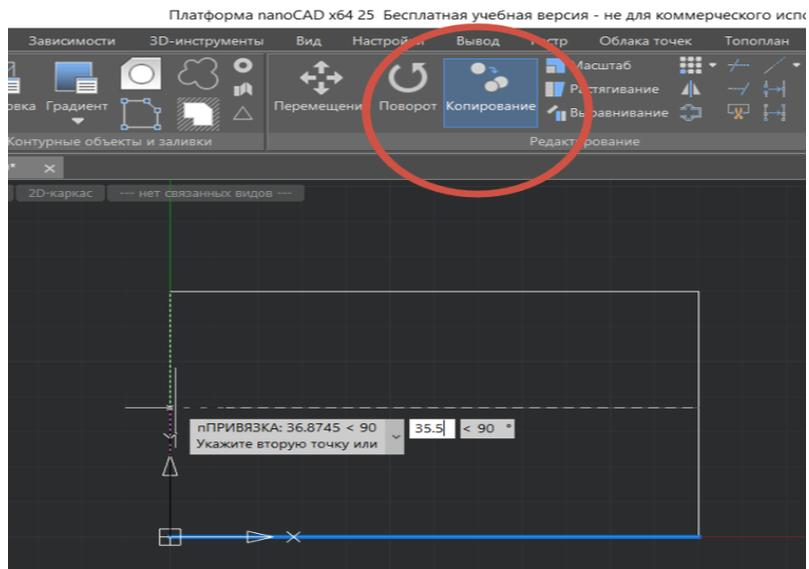
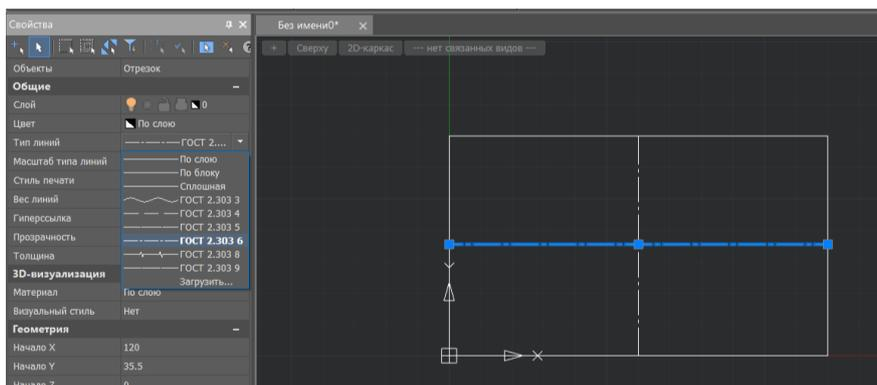

Рис. 3.37
Рис. 3.38
2. Проводим координационные оси на расстоянии 35,5 мм по Y и 60 по X (рис. 3.37) при помощи функции «копирование» (рис. 3.38.). Меняем тип линии со сплошной на штрихпунктирной.